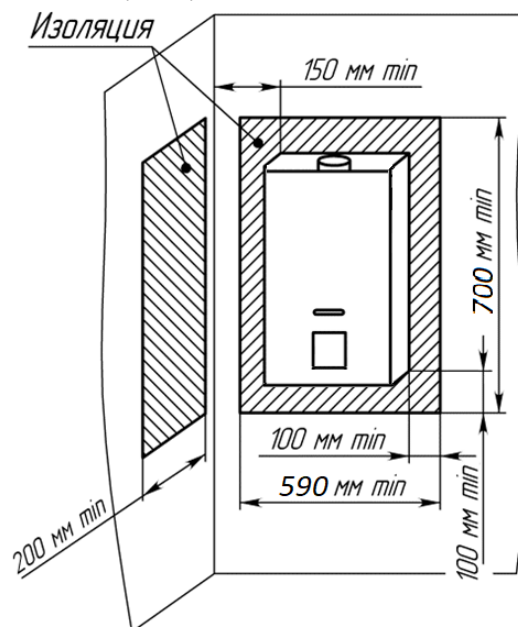

Рисунок 4. Установка аппарата на трудносгораемых стенах
7.1.6. Допускается установка аппарата на трудно сгораемых стенах при условии изоляции стены оцинкованным листом толщиной $0,8\text{...}1\text{ мм}$ по листу базальтового теплоизоляционного картона БТК толщиной $3\text{...}5\text{ мм}$. Изоляция стены должна выступать за габариты корпуса аппарата не менее чем на 100 мм с каждой стороны (рис. 4).